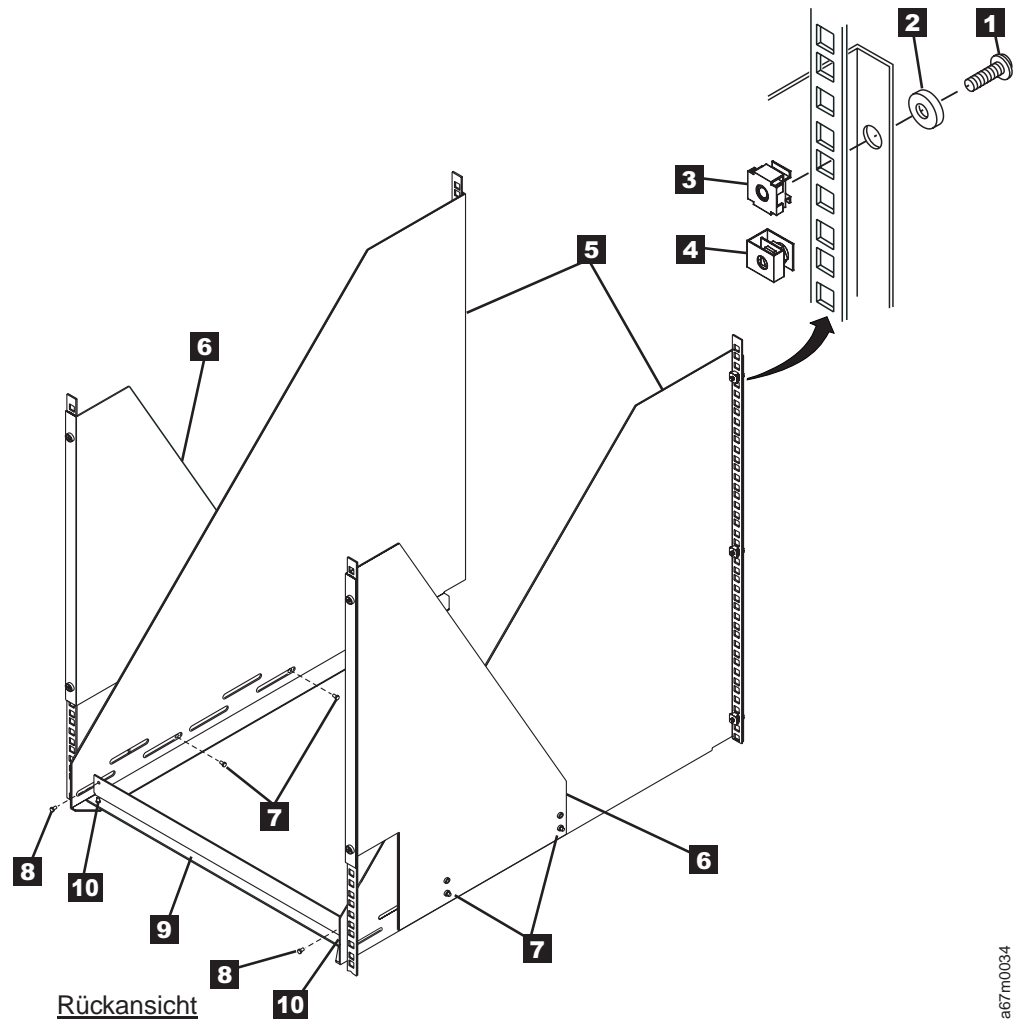

Abbildung 13. Komponenten des Rackeinbausatzes
1. Öffnen Sie den Versandkarton und entfernen Sie die Komponenten des Bausatzes (siehe Abb. 13 auf Seite 31).